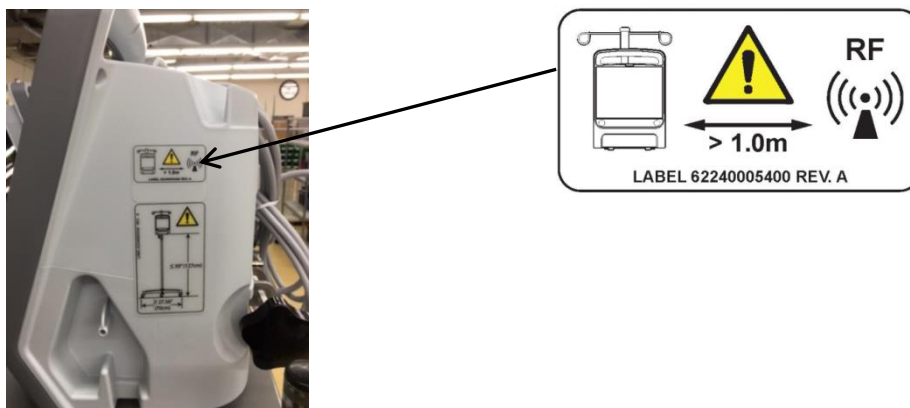

Figure 1. Positionnement approprié de l'étiquette du dispositif
Zimmer Biomet recommande désormais cette nouvelle distance réduite d'1,0 m entre les équipements de communication de radiofréquence (RF) afin de réduire le potentiel d'interférences électromagnétiques et d'obtenir des performances optimales des tourniquets. Nous fournissons une étiquette de dispositif et des pages mises à jour du manuel d'utilisation/entretien pour indiquer à nos clients cette nouvelle distance établie qui permet un écart réduit entre les équipements et convient ainsi aux blocs opératoires plus petits. L'étiquette du dispositif doit être placée directement au-dessus de l'étiquette de la potence pour intraveineuse, du côté du dispositif, comme indiqué ci-dessous sur la Figure 1.
3. **Placez l'étiquette** sur le dispositif, à l'emplacement indiqué à la Figure 1 ci-dessus.